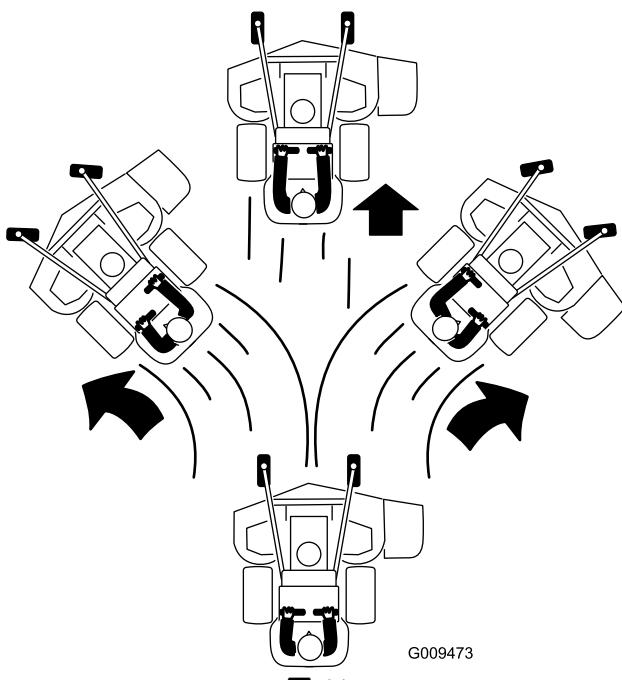

図 21
4. 走行コントロールレバーをゆっくりと前に倒す（図 21）。